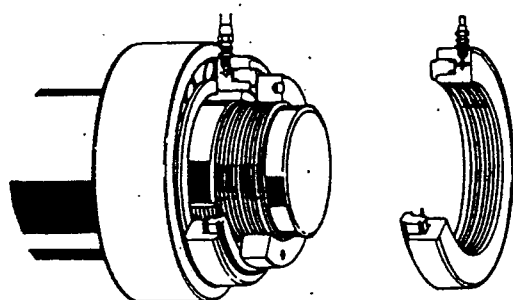

図 11
- (7) 大形の軸受で人力による締め付けが困難な場合には、油圧ナット、油圧ラムなど、油圧を利用すると比較的容易に組み込むことができる(図11参照)。